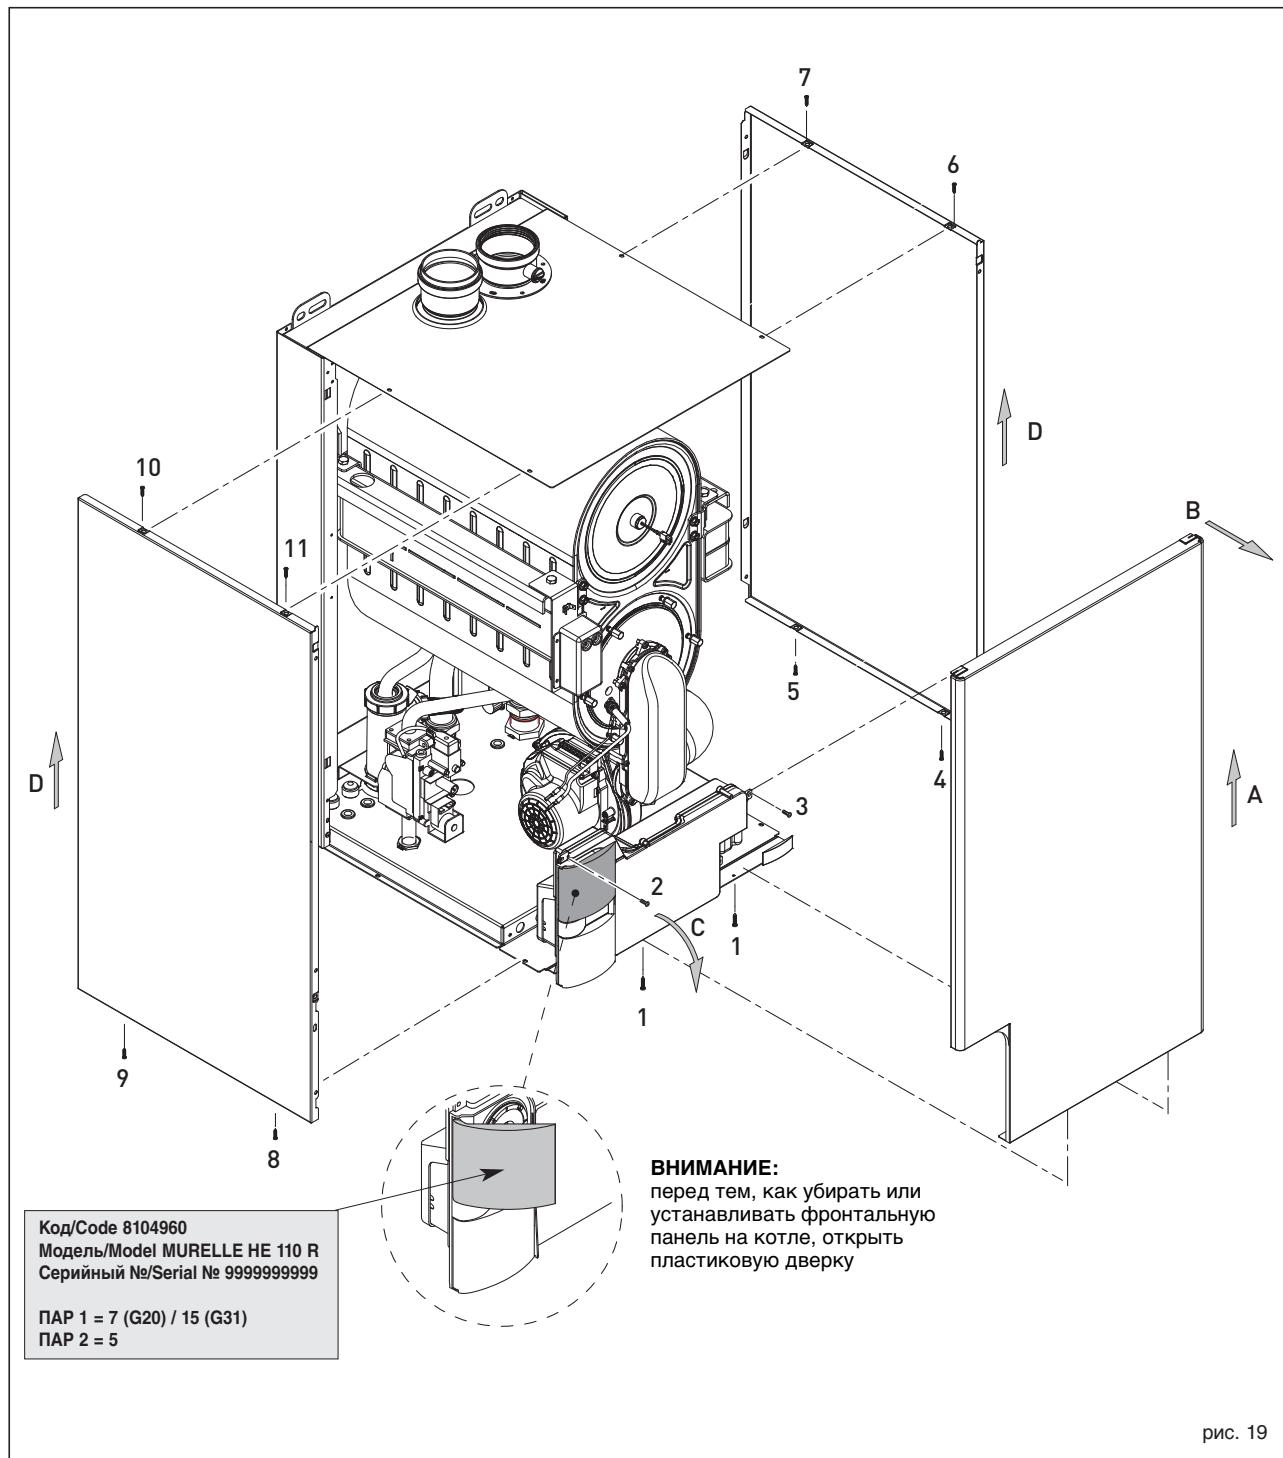

рис. 19
4.4 ДЕМОНТАЖ КОЖУХА (рис. 19)
Для более удобного техобслуживания котла, кожух может быть полностью демонтирован, как показано на рис. 19. Повернуть панель управления вперёд, чтобы получить доступ к внутренним компонентам котла.